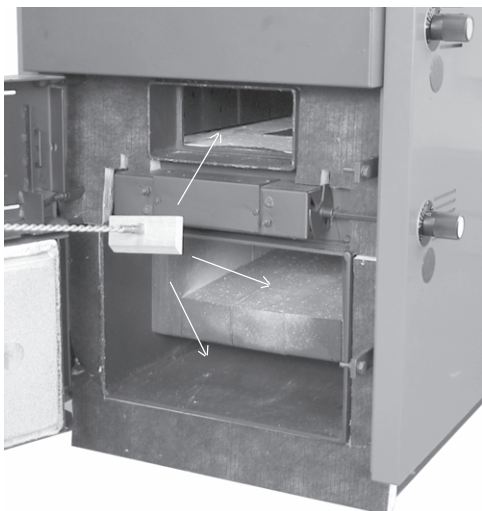

Bild 7a
2. Asche mit dem Holzschaber durch die Anfeuerungsoffnung aus dem Kessel entfernen (Bild 7a).